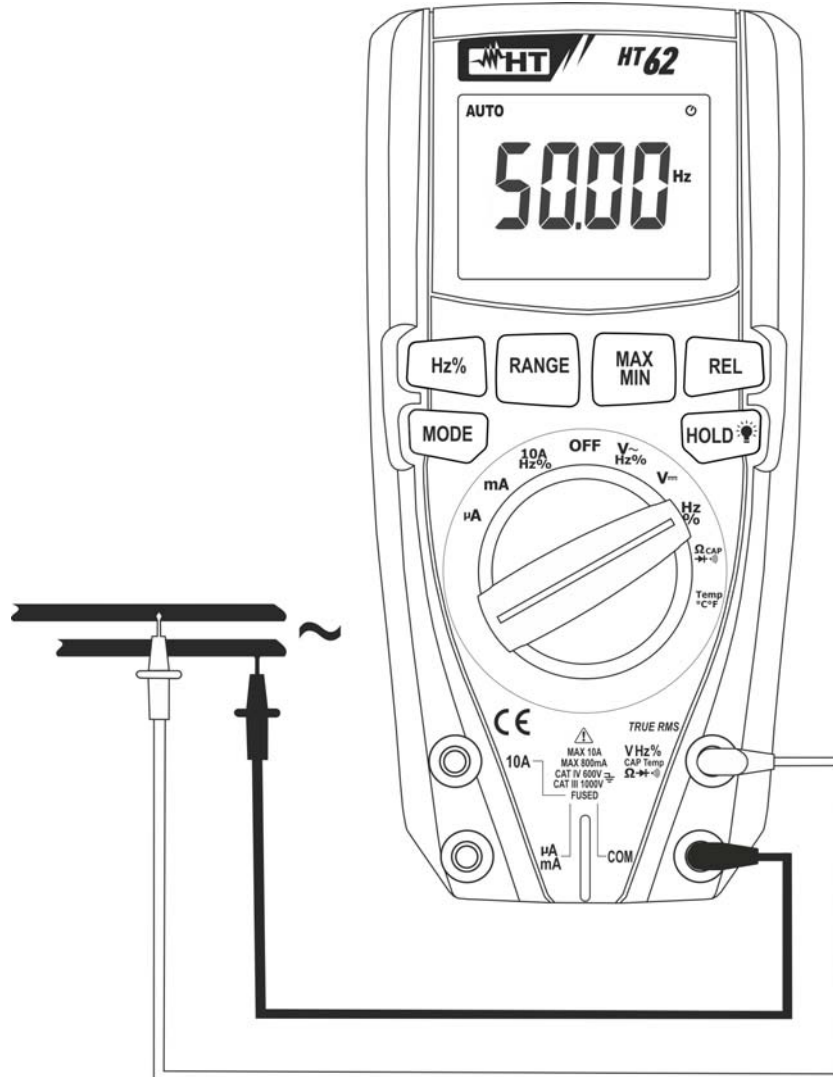

Fig. 4: Utilisation de l'instrument pour la mesure de Fréquence et Duty Cycle
4. Positionner l'embout rouge et l'embout noir dans les points du circuit sous test (voir la Fig. 4). La valeur de fréquence (Hz) ou duty cycle (%) apparaît à l'écran. Le diagramme à barres analogique n'est pas actif dans ces fonctions